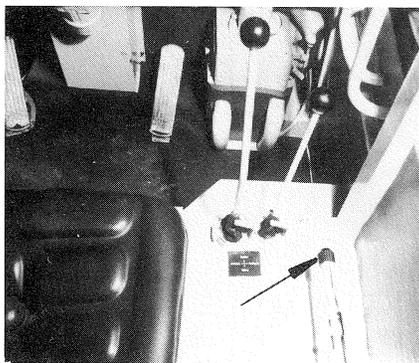

FIG. 56
Le réglage du frein d'immobilisation se fait par la poignée tournante de la manette fig. 56/flèche.
- Placer la manette dans sa position de repos fig.56.